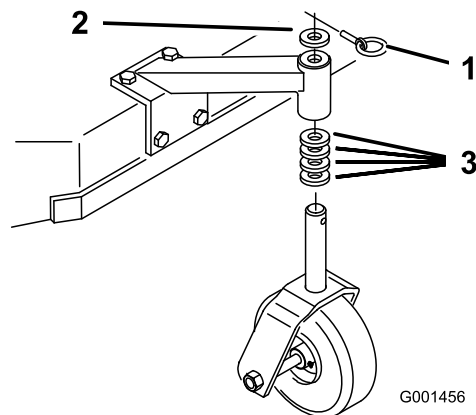

Figure 14
1. En vous reportant au Tableau de hauteur de coupe, ajustez les entretoises des roues pivotantes en fonction du trou de réglage de l'essieu sélectionné (Figure 14).
2. Retirez la goupille de verrouillage, sortez la roue pivotante de son support et changez les entretoises (Figure 14).
3. Mettez la roue pivotante en place dans le support et insérez la goupille de verrouillage (Figure 14).